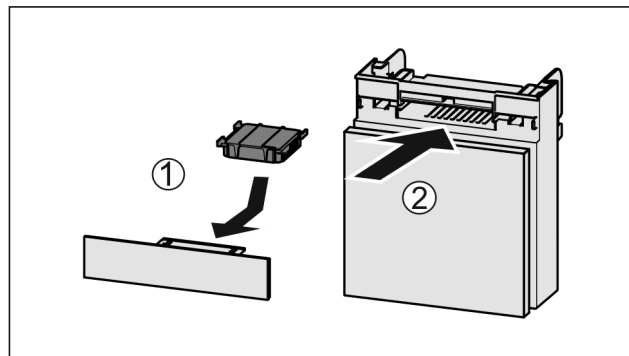

Fig. 76
- Aktivkohlefilter nach Abbildung einsetzen Fig. 76 (1).
- Fach einschieben Fig. 76 (2).